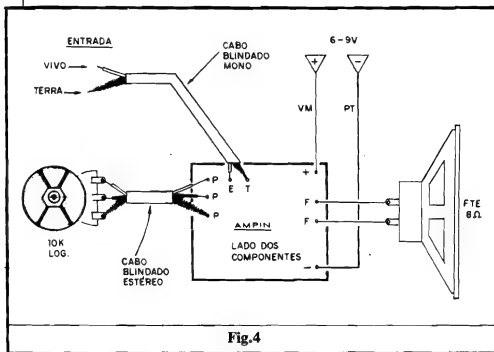

Fig. 4
- FIG. 4 - CONEXÕES EXTERNAS À PLACA - A placa continua "olha-da" pelo seu lado não cobreado, o mesmo visto na figura anterior... Só que agora, para "descomplicar o vi-sual", não mais aparecem os compo-nentes diretamente soldados sobre o Impresso... O que importa, nessa fase, são as ligações "da placa para fora", todas muito claramente diagramadas na figura... Aos pontos "+" e "-" de-vern: ser ligados os fios da alimentação, sempre recomendando-se o uso de fio **vermelho** para o **positivo** e **fio preto** para o **negativo**, conforme é norma... Os terminais do alto-falante vão aos pontos "E-F" da placa, através de fios soldados... Os pontos "E-T" refe-rem-se, respectivamente, ao "vivo" e ao "terra" da Entrada de sinal, e de-vern ser acessados via cabo blindado mono... Observar atentamente a iden-tificação e posição dos respectivos condutores "vivo" (cabinho interno, isolado) e "terra" (malha metálica que envolve o citado cabinho interno, sob a isolagem geral, externa...). Outro ponto **importante** é a conexão do po-terenciômetro, que - na figura - é visto pela **frente**... Notar que suas conexões aos pontos "P-P-P" da placa de-vern ser feitas com o auxílio de cabo blindado: estéreo, por uma razão muito simples: se fosse utilizado cabo mono, seriam precisos dois "pedaços" do dito